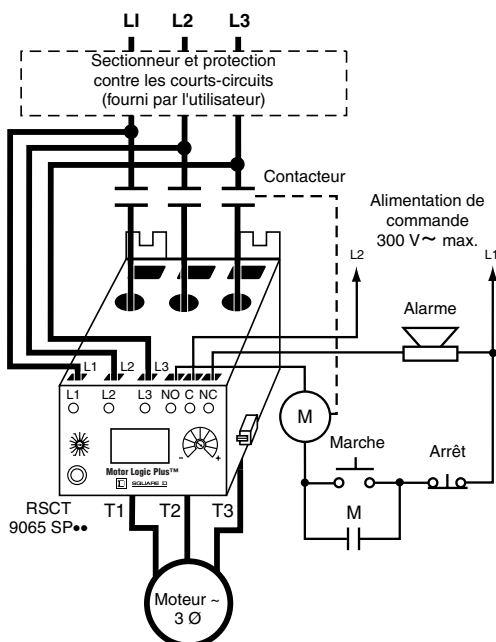

Figure 3 : Câblage typique sans TC (exclure SP4*, SP5*, et SP6*)
- Voir le schéma de câblage typique, à la figure 3.